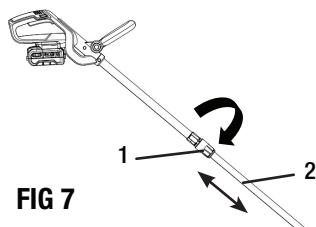

FIG 7
## RÉGLER LA HAUTEUR (FIG 7)
Pour régler la hauteur du taille-haie, desserrer le coupleur d'arbre (1) en le tournant dans le sens horaire comme indiqué à la figure 7, déplacer l'arbre inférieur (2) vers le haut ou vers le bas jusqu'à la longueur désirée, serrer le coupleur en le tournant dans le sens antihoraire.